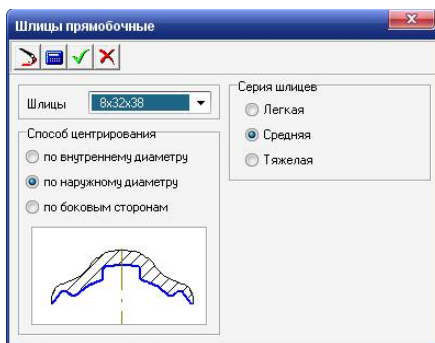

Рисунок 1.25 - Діалогове вікно **Шлицы прямобоочные**
4. оберіть пункт **Прямобоочные** . З'явиться діалогове вікно **Шлицы прямобоочные** (рисунок 1.25);